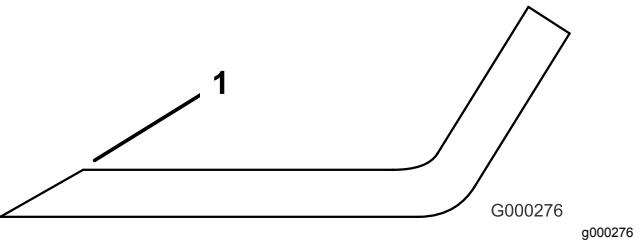

Figura 112
3. Inspeccione los filos de todas las cuchillas. Afílelos si están romos o tienen mellas. Afile únicamente la parte superior del filo y mantenga el ángulo de corte original para asegurar un filo correcto (Figura 112). La cuchilla permanecerá equilibrada si se retira la misma cantidad de metal de ambos bordes de corte.